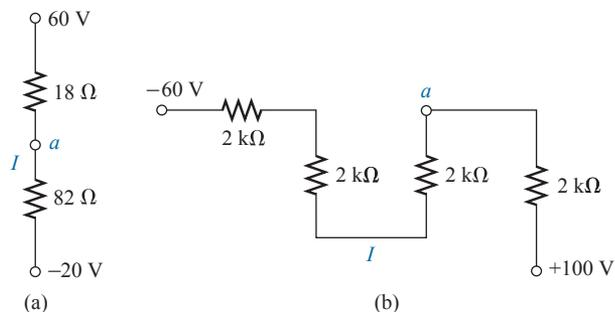

Figura 5.119 Problema 36.
- 36. a) Determine a corrente I (com o sentido) e a tensão V (com a polaridade) para os circuitos mostrados na Figura 5.119.